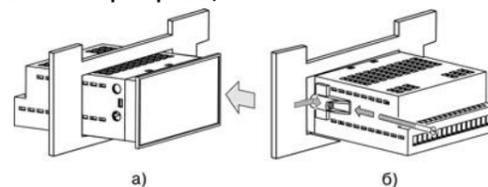

Рисунок 7.1
7.2.2 Вставьте фиксаторы из комплекта поставки в отверстия на боковых стенках прибора (рисунок 7.1, а);
7.2.3 С усилием заверните винты М4х35 в отверстиях каждого фиксатора так, чтобы прибор был плотно прижат к лицевой панели щита (рисунок 7.1, б).